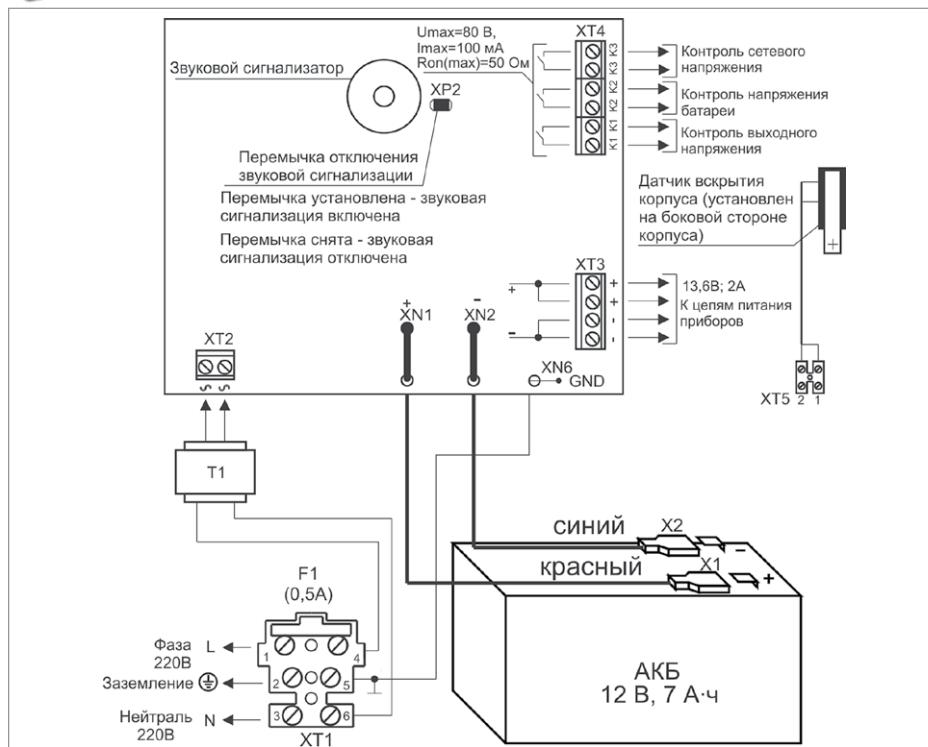

Рисунок 1.
1.5. Схемы подключения РИП-12 исп.12 (РИП-12-2/7М1-Р) и РИП-12 исп.14 (РИП-12-2/7П2-Р) приведены на рис. 1 и 2 соответственно.
- 1.13. Проверьте правильность произведённого монтажа в соответствии со схемой подключения (рис. 1 и 2).
- 2.10. Отключите аккумуляторную батарею от платы РИП, отсоединив контакты X1, X2 от клемм АКБ (см. рис. 1 и 2).